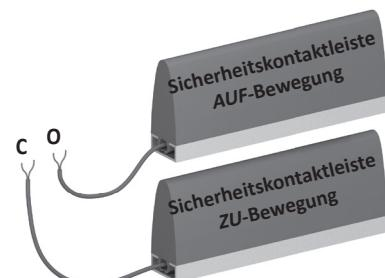

Bild 1: Verschaltung am Spulenkern
6.6 Anschluss der Sicherheitskontakteleisten am Spulenkern SPK 54 (Bild 1)